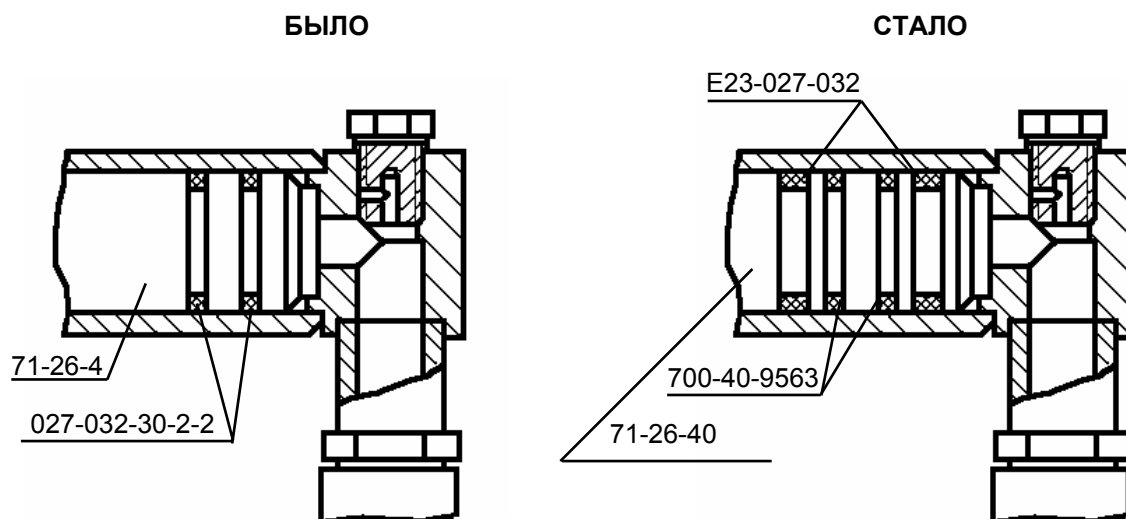

Рис. 2
2.1. С целью повышения ресурса цилиндров 71-26-106СП, 71-26-106СП-01СП управления лебедкой трубоукладчика и устранения течи введены два углеродистых опорно-направляющих кольца E23-027-032, а кольца 027-032-30-2-2 из обычной резины заменены кольцами 700-40-9563 из фторсиликоновой резины. При этом шток 71-26-4 заменен штоком 71-26-40 (рис. 2).